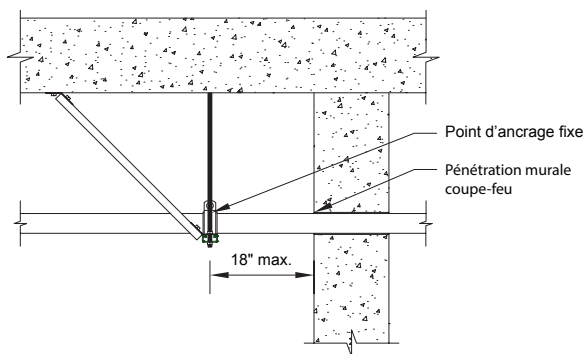

Figure 30 : Point d'ancrage avec pénétration murale coupe-feu
- Installés à moins de 18" d'une pénétration coupe-feu (voir **Figure 30**)